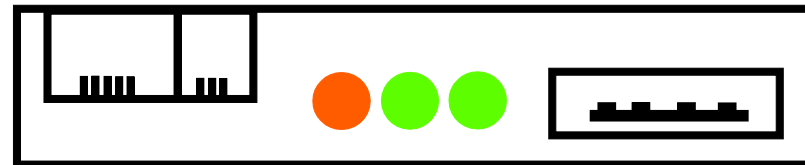

Bild 7
- Stromkabel wieder ans Gerät anschließen. **BITTE BEACHTEN!** Das Display leuchtet nicht bei einer Aktualisierung. Die drei Leuchtdioden an der USB-Buchse leuchten folgendermaßen: die beiden der Buchse zunächst gelegenen Dioden leuchten grün, die dritte leuchtet orange. Bild 7